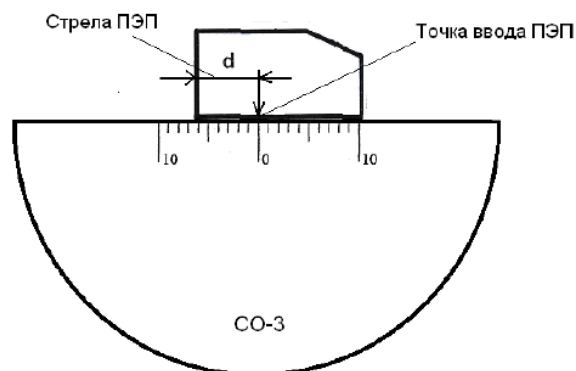

Рис. 2 Определение точки ввода ПЭП
- метка «0» на образце контрольного образца № 3, перенесенная на боковую поверхность ПЭП, указывает на точку ввода преобразователя (рис. 2).